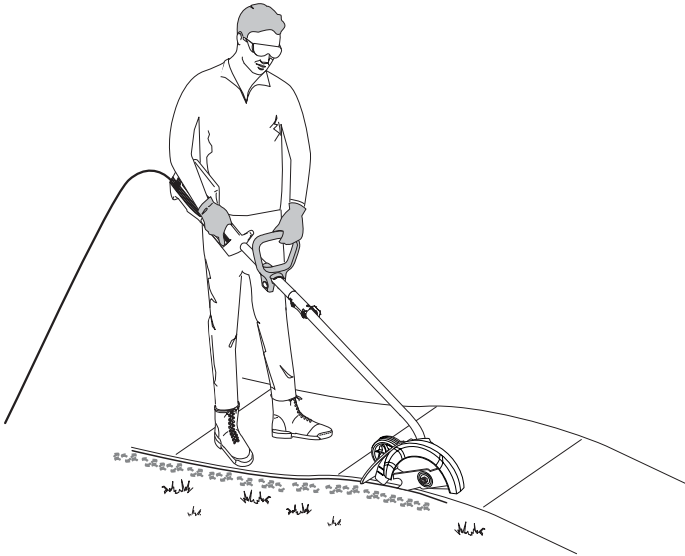

Fig. 4
Avant de faire marcher l'appareil, tenez-vous en position de fonctionnement (Figs. 4 & 5). Vérifiez les points suivants :
- La roue du coupe-bordure est réglée à la profondeur de coupe appropriée et le coupe-bordure est placé comme indiqué à la Figs. 4 and 5.